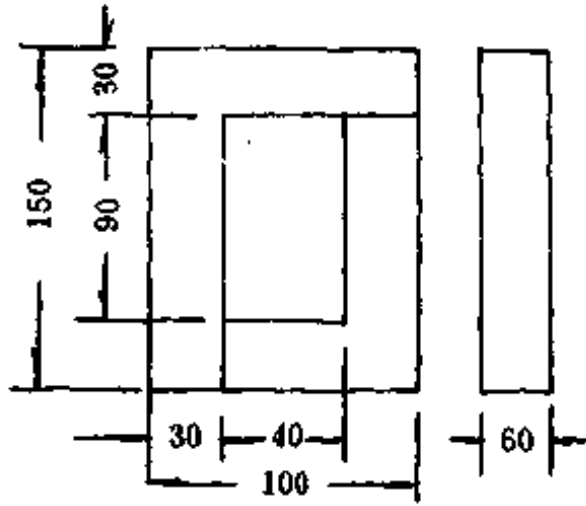

图 1-268
0.35, 尺寸见图 1-268 所示。自耦变压器迭厚 30mm, $S_c = 8.46\text{cm}^2$, $l_c = 35.42\text{cm}$ 。